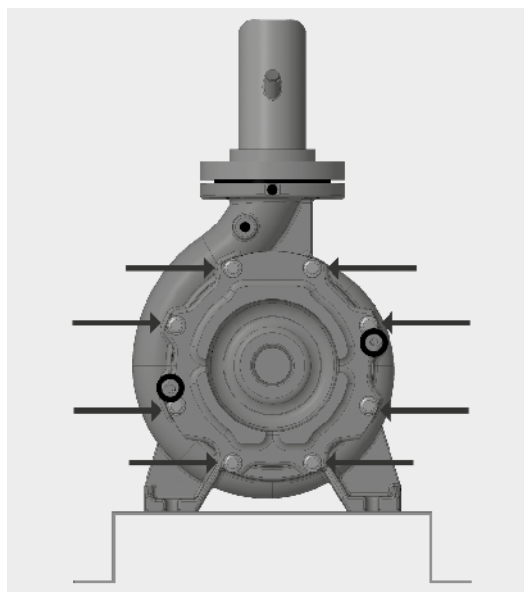

Figura 12 - Vista do intermediário ilustrando parafusos
3. Para remoção do conjunto *back pull-out* é necessário o aperto de dois parafusos no local indicado com círculo na Figura 12. Os parafusos desmontados na operação 2 podem ser utilizados nesta operação.